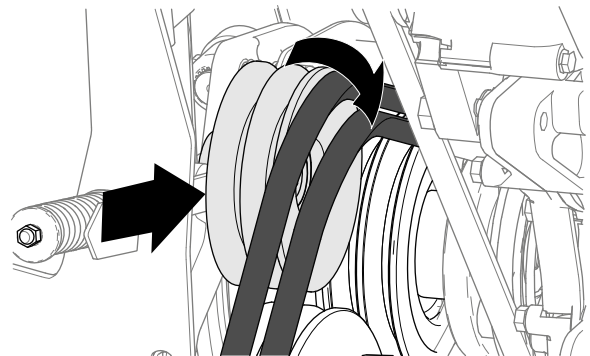

Bild 93
9. Drehen Sie die Spannscheibe zum Motor und nehmen Sie die Riemen von der Maschine ab (Bild 93).